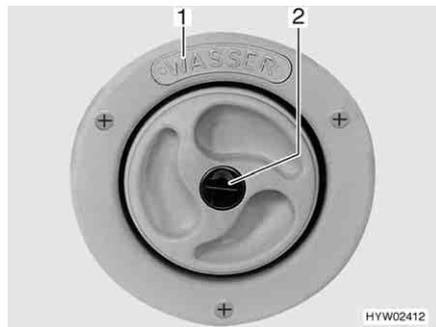
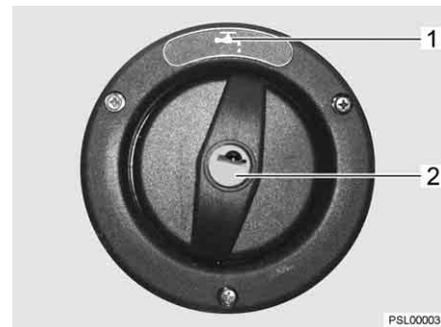

Bild 44 Verschlussdeckel für Trinkwasser-Einfüllstutzen
Bild 45 Verschlussdeckel für Trinkwasser-Einfüllstutzen (Alternative)
- ▷ Der Trinkwasser-Einfüllstutzen ist mit dem Schriftzug "WASSER" (Bild 44,1) oder mit dem Symbol "☰" (Bild 45,1) gekennzeichnet.
- Schlüssel in Schließzylinder (Bild 44,2 bzw. Bild 45,2) stecken und entgegen dem Uhrzeigersinn drehen.